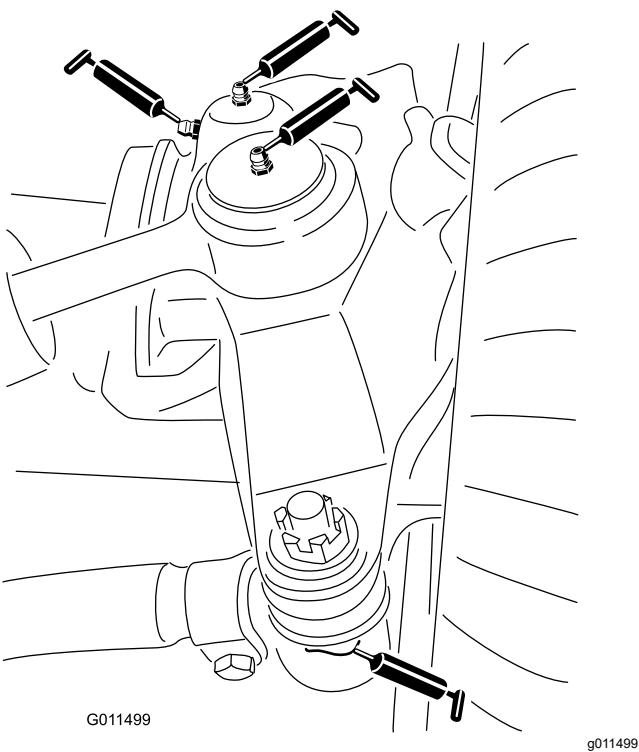

Bild 40
- Zwei Lenkzylinder-Kugelgelenke (Bild 40)
- Zwei Spurstangen-Kugelgelenke (Bild 40)
- 2 Achsschenkelbüchsen (Bild 40). **Fetten Sie das obere Anschlussstück am Achsschenkelbolzen einmal jährlich (zwei Pumpstöße) ein.**